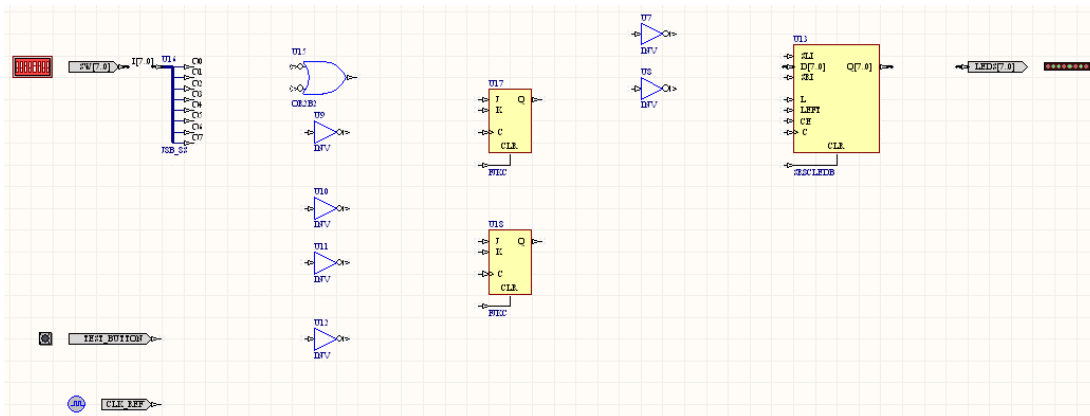

図2. 部品が配置された Johnson Counter 回路図
- この回路図では、8ビット入力バス(J8B_8S)、6つのインバーター、1つのORゲート(OR2N2S)、2つのフリップフロップ(FJKC)を使用します。図2のようにこれらのコンポーネントを配置します。
- NanoBoard にプラグインで接続するポートが必要になります。これらは、FPGA NanoBoard Port-Plugin.IntLib (**Libraries** パネルから利用できるデフォルトライブラリ) に用意されています。このライブラリから図2のように DIPSWITCH、TEST_BUTTON、CLOCK_REFERENCE、LED を配置します。